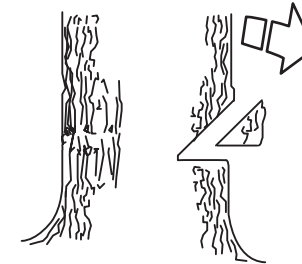

Рисунок 15 — Нижний пропил
• Затем сделайте нижний подпил (см. рис. 15) и убедитесь, что он точно совпадает с нижней частью верхнего пропила. Глубина направляющей зарубки должна составлять 1/4 диаметра ствола, а угол должен быть примерно 45 градусов.